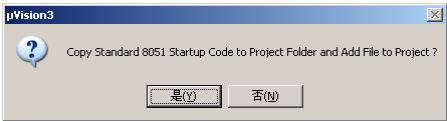

图 32-4 “ μ Vision3”对话框
- (3) 单击“确定”按钮，此时弹出“ μ Vision3”对话框，如图 32-4 所示。单击“是”按钮，完成工程的建立。